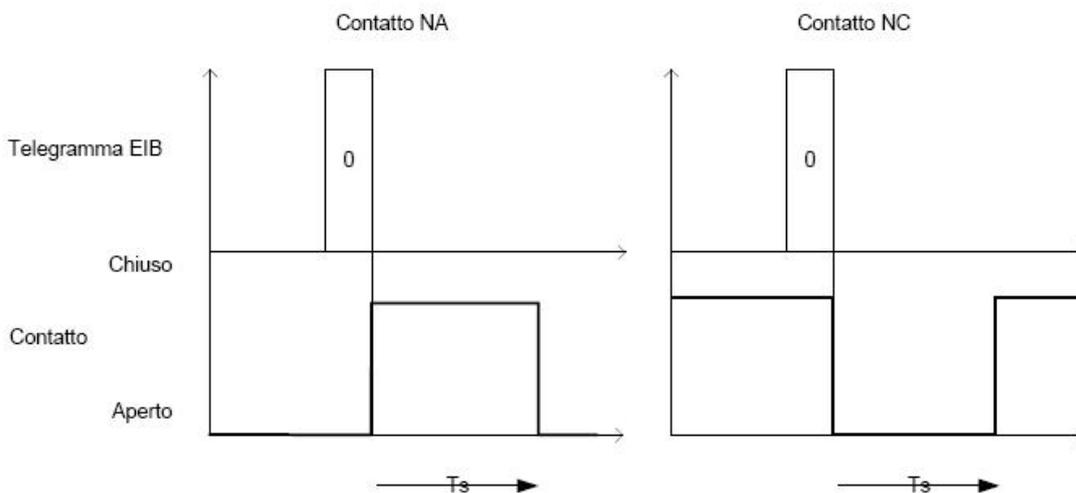

Fig. 3.4
- se la modalità di funzionamento è **ritardo all’attivazione / funzione luce scale**, alla ricezione del suddetto valore il dispositivo, trascorso il tempo di ritardo all’attivazione impostato, commuta il relè (chiusura contatto NA / apertura contatto NC) e al termine del tempo di luce scale impostato, riporta autonomamente il contatto in scambio nelle condizioni normali (apertura contatto NA / chiusura contatto NC); alla ricezione del valore logico “1” il dispositivo, se la funzione è attivata, termina la temporizzazione e riporta il contatto in scambio nelle condizioni normali (apertura contatto NA / chiusura contatto NC). Si veda la fig. 3.4.